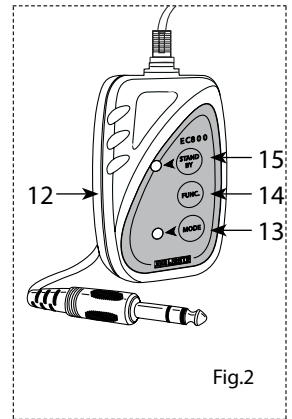

Fig.2
5. PRESA DI COLLEGAMENTO per il telecomando EC800 (fig.2).
- LED acceso/spento al ritmo della musica: quando il microfono (7) rileva un segnale.
12. TELECOMANDO EC800 (opzionale) (fig.2).